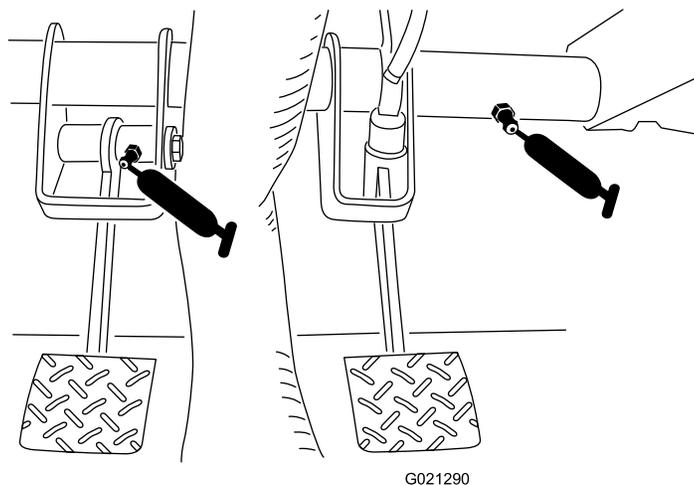

Figura 38
- Embraiagem (1) e travões (1) (Figura 38)